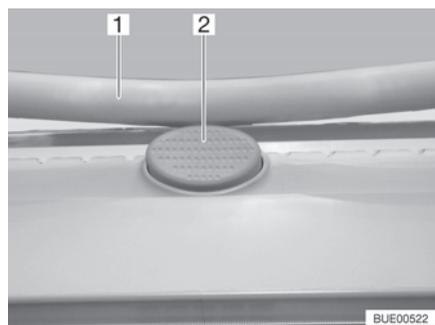

Fig. 54 Bouton de sécurité (lanterneau Heki)
- Appuyer sur le bouton de sécurité (Fig. 54,2) et tirer l'étrier (Fig. 54,1) vers le bas avec les deux mains.
- Pousser l'étrier vers le haut avec les deux mains jusqu'à ce que ce dernier se trouve au-dessus du bouton de sécurité (Fig. 54,2).